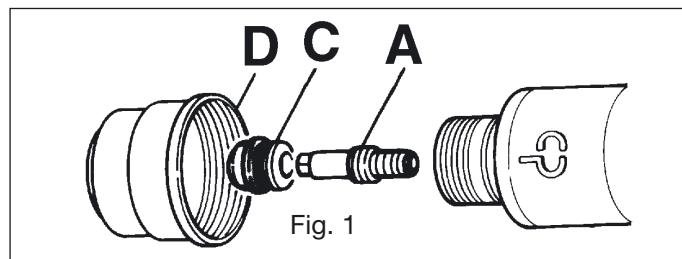

Fig. 1
5.2 - Substituição da tocha (Fig.1).